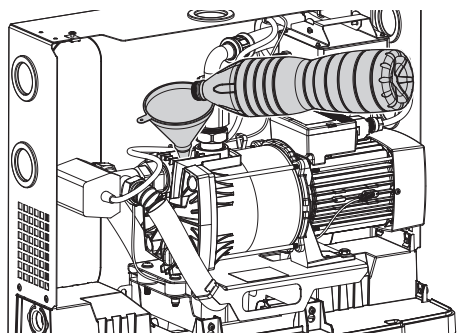

Fig. 22: Plnenie čerpadla
2. Pomocou lievika naplňte čerpadlo čistou vodou (Fig. 22).